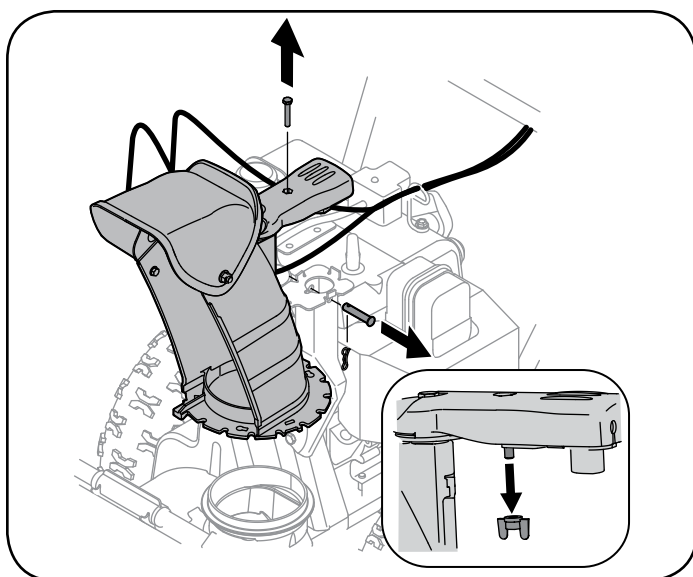

Figura 2
- Retire la tuerca de mariposa y el tornillo hexagonal del montaje de control del canal, y el pasador de horquilla y el pasador de chaveta de la ménsula de soporte del canal. Vea la figura 2. Sitúe el montaje del canal (mirando hacia delante) sobre la base del mismo.